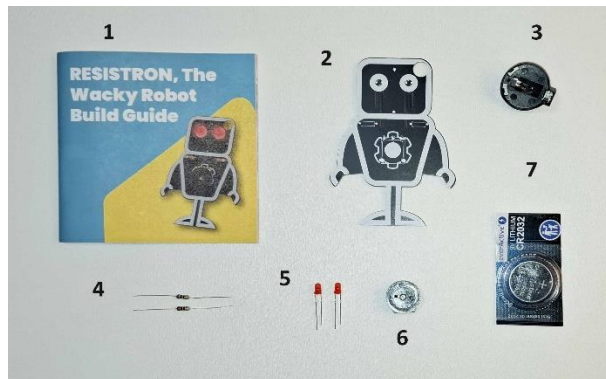

Fig.2
- PCB-ul **Resistron**(fig.2, item2);
- 1 x Soclu baterie(fig.2, item 3);
- 2 x Rezistor 10 Ω (fig.2, item4);
- 2 x LED 3mm roșu(fig.2, item 5);
- 1 x Potențiometru(fig.2, item 6);
- 1 x Baterie de 3V, tip CR 2032(fig.2, item 7).